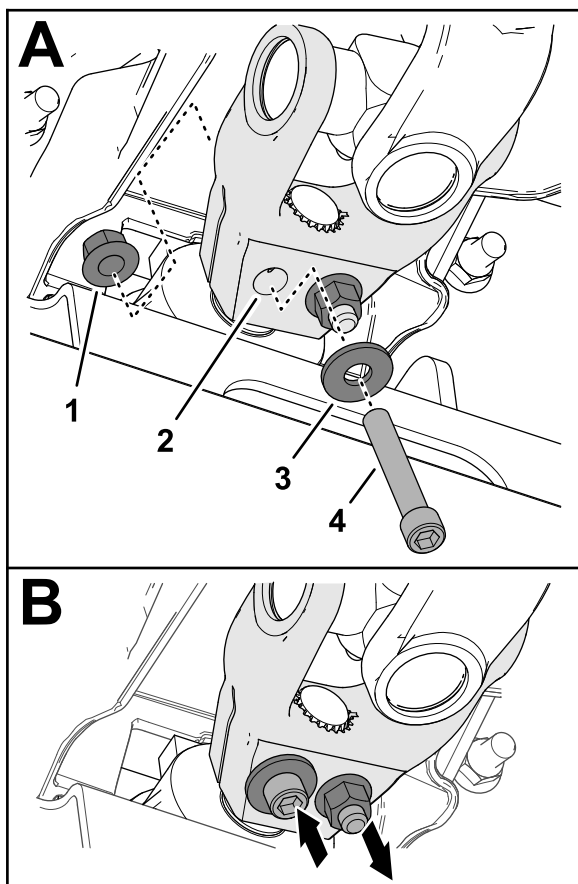

図 18
6. ソケットヘッドキャップスクリュー $\frac{3}{8}$ x $2\frac{1}{4}$ "にワッシャ $\frac{3}{8}$ "を通し、駆動シャフトのヨークの穴 図 18 に通して、フランジロックナット $\frac{3}{8}$ "で固定する。
7. ソケットヘッドキャップスクリュー $\frac{3}{8}$ x $2\frac{1}{4}$ "にワッシャ $\frac{3}{8}$ "を通し、駆動シャフトのヨークの穴 図 18 に逆方向から通して、フランジロックナット $\frac{3}{8}$ "で固定する。